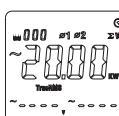

图8-8
- 负载为三相三线制时，第一相和第二相测量操作同三相四线式，第三相位测量跳过后，按SELECT键，如图8-8，显示三项总视在功率值。